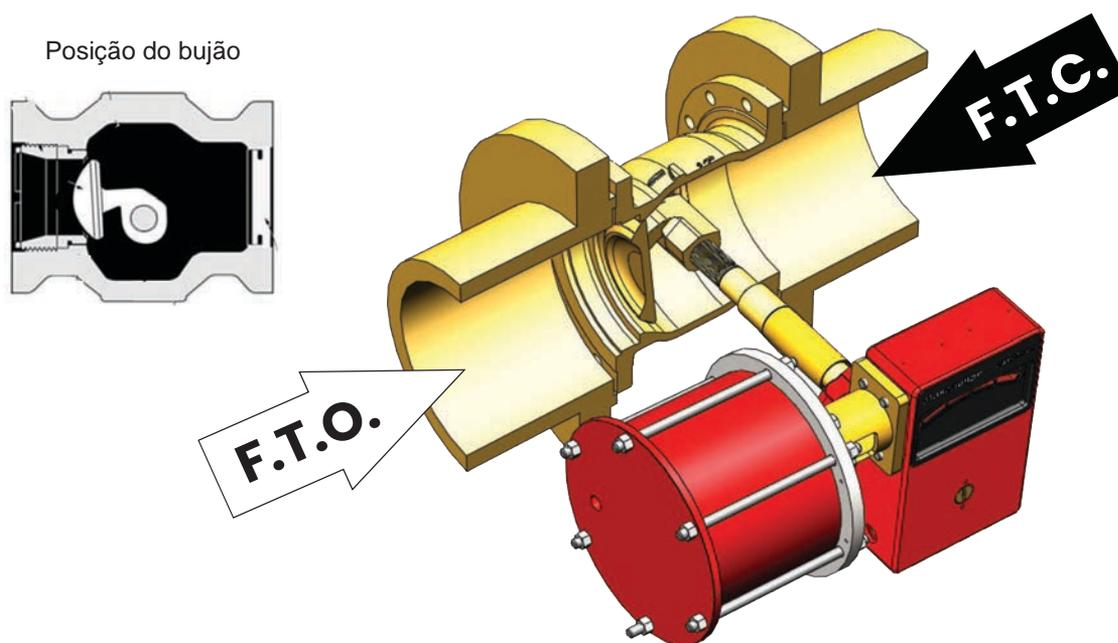

Figura 4
- H. Solte o parafuso da tampa da alavanca (49).
- J. Instale o elevador ou suporte na cruzeta (33).
- K. Afrouxe o parafuso do corpo (27).
- M. Consulte a Figura 4 para determinar a posição de montagem desejada do atuador no corpo da válvula.